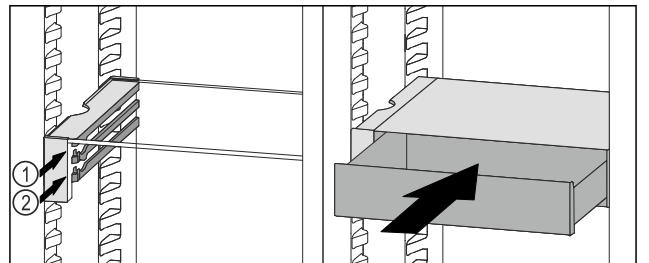

Fig. 95
- ▶ VarioSafe çekmecesini durdurucuların arkasında istediğiniz kademe çıkıntısı Fig. 95 (1) veya Fig. 95 (2) üzerine yerleştirin.